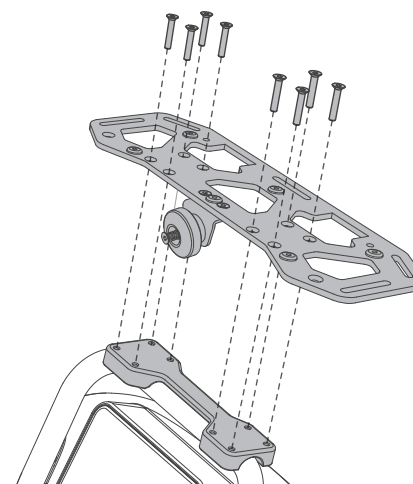

図 10. 荷物ラックの取り付け
- 図 10 のように、サイド荷物フレームに合わせて荷物ラックを置きます。